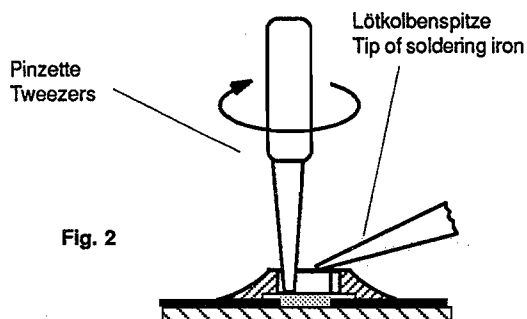

Fig. 2
CHIP von der Klebung ohne Kraftaufwand abdrehen, damit unter dem CHIP liegende Leiterbahnen nicht abgerissen werden (Fig. 2).
2. Warm up the ends of the CHIP or the whole CHIP component and remove the CHIP from the adhesive by turning it without application of force so that the tracks beneath the CHIP do not break (Fig. 2).